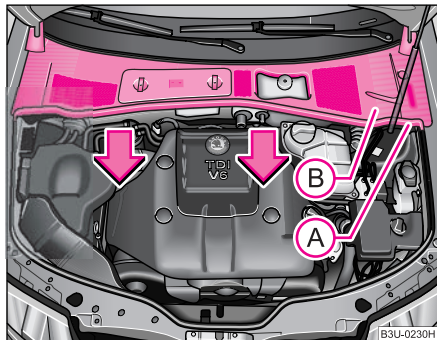

Fig. 166 Compartimentul motor: Colectorul de apă - capacul
- Scoateți garnitura (A) și luați capacul colectorului de apă (B) în sensul săgeții ♥ fig. 166.